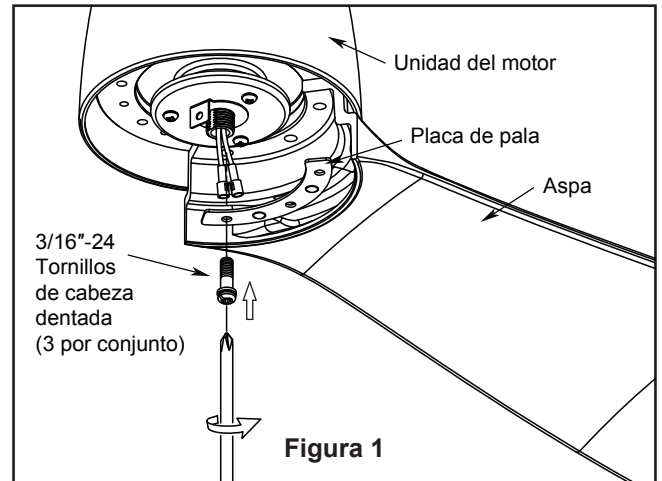

Figura 1
1. Instale la cubierta rotando la ranura clave en la cubierta sobre el tornillo de hombro del soporte del gancho, teniendo cuidado de no pillar los cables. Fije el tornillo de hombro. Instale adecuadamente y fije el segundo tornillo de hombro que fue anteriormente guardado. (Figura 1)
1. Alinee los orificios del aspa con el poste el ensamble del motor. Asegúrese de que el aspa esté completamente asentado sobre el volante del ensamble del motor. Coloque la placa de la pala sobre la pala con los orificios alineados e instale la pala en la rueda giratoria usando los tornillos de cabeza dentada, fije completamente los tornillos para fijar las palas en la rueda giratoria del motor. (Figura 1)
1. **IMPORTANTE:** El uso de un regulador de la intensidad completa (no incluido) para controlar la velocidad del ventilador dañará el dispositivo. Para reducir el riesgo de incendio o descarga eléctrica, no utilice dicho regulador para controlar la velocidad del ventilador. (Figura 1)